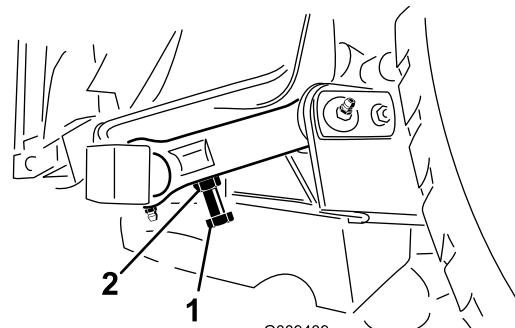

Figura 25
- Para ajustar la distancia, localice el perno de ajuste del acoplamiento basculante trasero de la carcasa de corte (Figura 25).